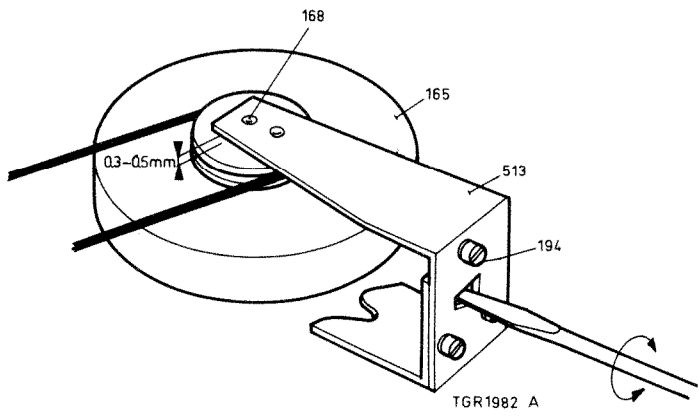
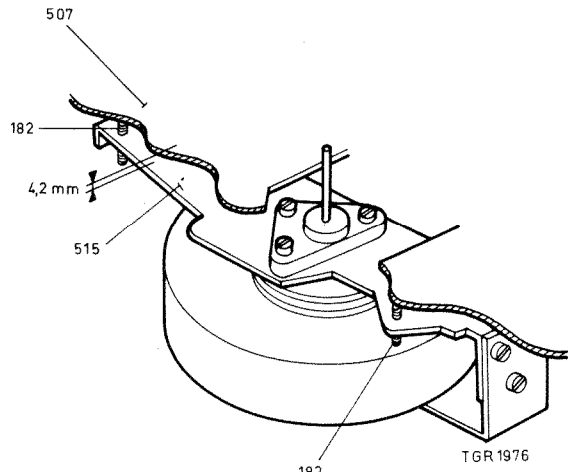

Fig. 29
Fig. 30
Instelling van het vliegwiel pos. 165, zie fig. 29
- In deze stand moet de afstand tussen de onderkant van de toon- as en het lagerplaatje pos. 168 tussen de 0,3 en 0,5 mm bedragen.
- Dit is in te stellen door beugel pos. 513 met behulp van een schroevendraaier te verschuiven. (Eerst de schroeven pos. 194 los zetten.)
Hoogte-instelling klapchassis pos. 515, zie fig. 30
- De afstand tussen klapchassis pos. 515 en de grote montage- plaat pos. 507 moet $\pm 4,2$ mm bedragen.
- Dit is in te stellen door de linker schroef pos. 182 verder in of uit te draaien.